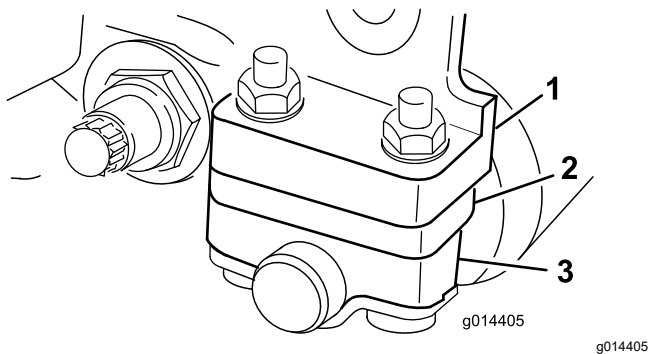

Рисунок 7
1. Відрегулюйте кронштейни заднього ролика в межах необхідного діапазону висоти зрізу шляхом встановлення необхідної кількості проставок під монтажним фланцем бічної пластини (Рисунок 7) згідно з таблицями Таблиці висоти зрізу та вибору нерухомого ножа \(сторінка 12\).